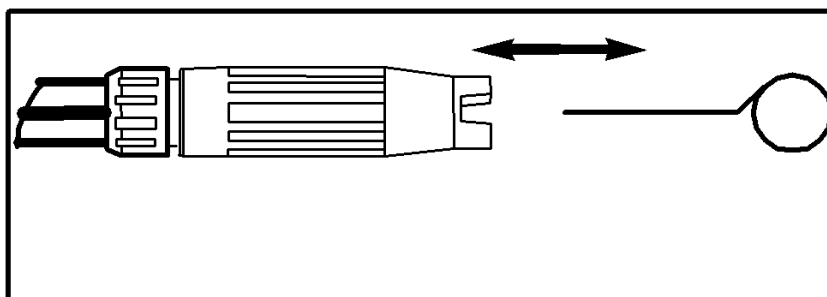

Abbildung 6 - Führen Sie das Düsenreinigungswerkzeug in die Düsenöffnung ein und bewegen Sie es hin und her, bis die Verunreinigungen entfernt sind.
- Führen Sie den Draht mit dem beiliegenden Düsenreinigungswerkzeug oder einer ungefalteten Büroklammer in die Düsenöffnung ein und bewegen Sie ihn hin und her, bis die Verunreinigungen entfernt sind (siehe Abb. 6).